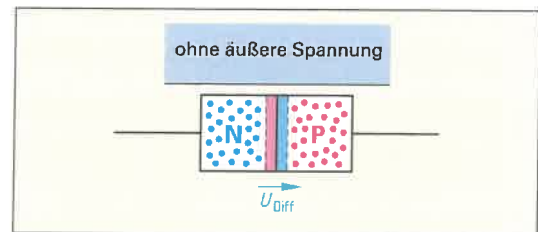

Bild 3: Diffusionsspannung
- An der PN-Schicht entsteht durch das Übertreten (diffundieren) der Ladungsträger in die jeweils andere Schicht eine Ladung. Dadurch entsteht eine Spannung, die man als Diffusionsspannung  $U_{Diff}$  (Bild 3) bezeichnet. Wie groß ist die Diffusionsspannung bei folgenden Halbleiterwerkstoffen?